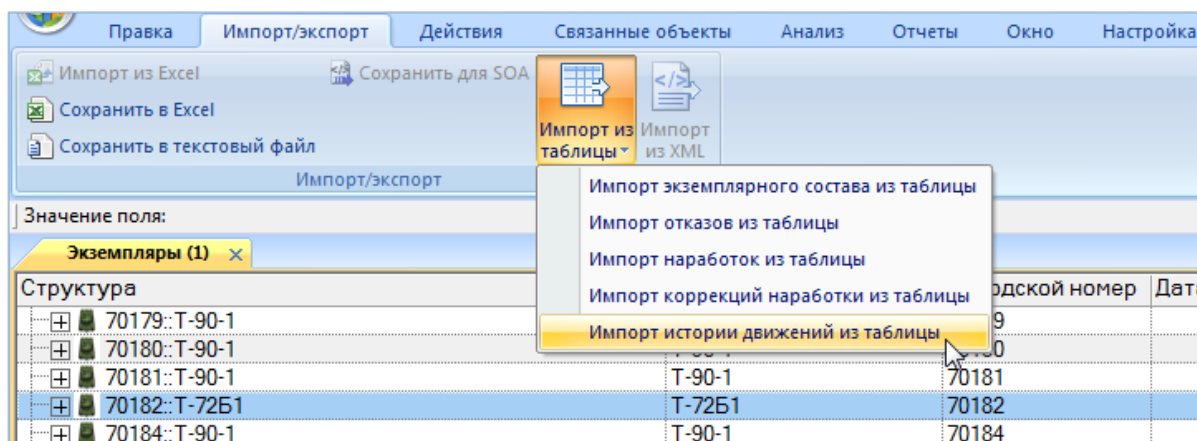

Рис. 30-60 – Вызов диалогового окна импорта из таблицы в рабочем окне «Экземпляры»
- 2) Выбрать экземпляр ФИ в рабочем окне «Экземпляры» и нажать кнопку «Импорт из таблицы» панели «Импорт/экспорт» (рис. 30-60).